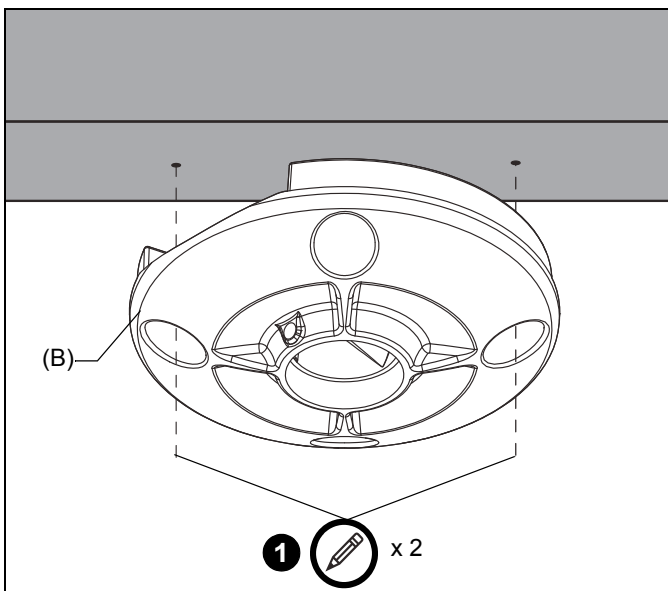

Figura 1
- Use la placa para cielo raso (B) como molde; marque los lugares de los dos orificios guía. (Consulte Figura 1)